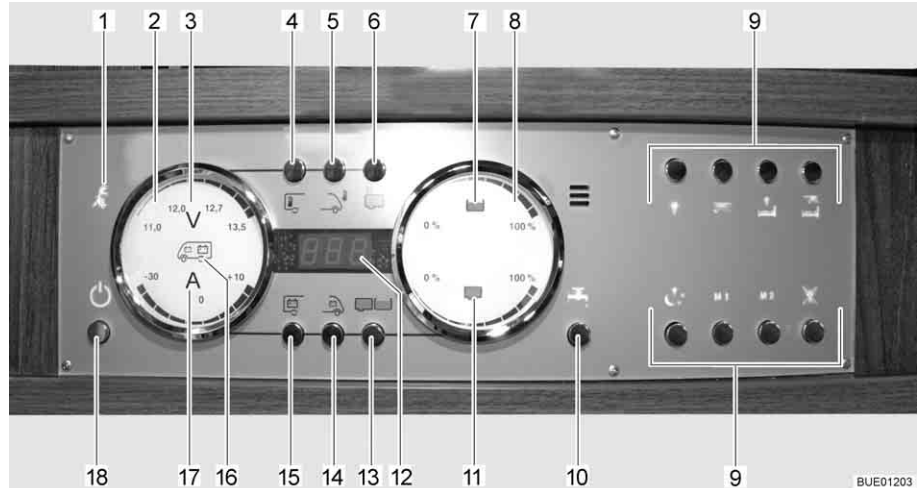

Bild 156 Panel LT 510
230 V-kontrollampan (Bild 156,1) lyser när nätspänningen ligger på el-blockets ingång.
Med huvudbrytaren 12 V (Bild 156,18) kopplas panelen och bodelens 12 V-försörjning till eller från.
- Tryck kort på knappen 12 V-försörjning (Bild 156,18). 12 V-försörjningen för bodelen är påslagen. Kontrollampan "12 V" lyser.
- ▷ Efter aktivering av försörjningen: om lysdioden "11,0" för voltindikeringen samt symbolen volt "V" (Bild 156,3) på indikeringsinstrumentet för batterierna (Bild 156,2) blinkar är bodelsbatteriets spänning för låg. Ladda batteriet.
- ▷ Efter aktivering av försörjningen: om kontrolllampan "12 V" och symbolen volt "V" (Bild 156,3) blinkar tre gånger är batterifrånkopplingen aktiverad. Avaktivera batterifrånkopplingen.
*Slå från:* ■ Tryck kort på knappen 12 V-försörjning (Bild 156,18). 12 V-försörjningen för bodelen är avstängd. Kontrolllampan "12 V-försörjning" slocknar.
- Tryck på knappen bodelsbatteri (Bild 156,15) och håll den intryckt i ca 10 sekunder. Symbolen volt "V" (Bild 156,3) och kontrolllampan "12 V" blinkar tre gånger. Bodelsbatteriet är frånkopplat från 12 V-nätet.
- Tryck på knappen 12 V-försörjning (Bild 156,18) och håll den intryckt i ca 5 sekunder. Symbolen volt "V" (Bild 156,3) och kontrolllampan "12 V" blinkar tre gånger. Bodelsbatteriet är anslutet till 12 V-nätet. Kontrolllampan tänds efter ca 5 sekunder.
- Tryck på knappen bodelsbatteri (Bild 156,15). Symbolen volt "V" (Bild 156,3) lyser. Symbolen ampere "A" (Bild 156,17) lyser vitt eller rött beroende på laddning eller urladdning. Bodelsbatteriets spänning och ström visas via lysdioderna på indikeringsinstrumentet.
- Tryck på knappen startbatteri (Bild 156,14). Symbolen volt "V" (Bild 156,3) lyser. Startbatteriets spänning visas via lysdioderna på indikeringsinstrumentet.
- Tryck på knappen tank (Bild 156,13). Symbolerna vattentank (Bild 156,7) och avloppstank (Bild 156,11) lyser. Nivån i vattentanken (övre skala) och i avloppstanken (nedre skala) visas via lysdioderna på indikeringsinstrumentet.
| Symbolen volt "V" (Bild 156,3) och lysdioden "11,0" blinkar vid avläsning av värdena för bodelsbatteriet           | Batteriets spänning har underskridit 11 V. Snart djupurladdning | Stäng av alla 12 V-förbrukare och ladda batteriet, antingen genom körning eller genom anslutning till 230 V-försörjning |
| Symbolen volt "V" (Bild 156,3) blinkar när 12 V-försörjningen är fränkopplad                                       | 12 V-försörjningen kan inte slås på igen                        | Stäng av alla 12 V-förbrukare och ladda batteriet, antingen genom körning eller genom anslutning till 230 V-försörjning |